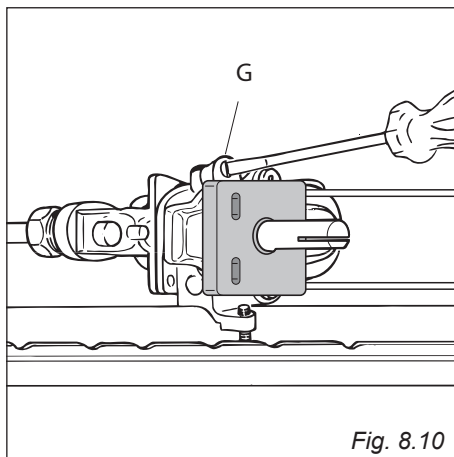

Fig. 8.10
- Sfilare la manopola del termostato e passando attraverso il foro del frontale con un cacciavite a taglio, svitare di circa un giro la vite by-pass "G" (fig. 8.10).
- Avvitare lentamente la vite by-pass "G" (fig. 8.10) fino all'ottenimento di una fiamma lunga 3-4 mm.